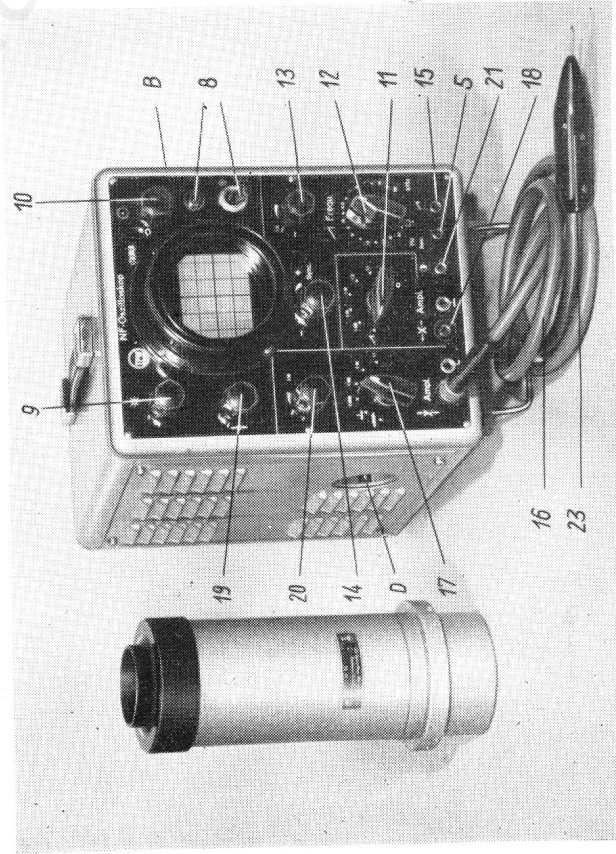
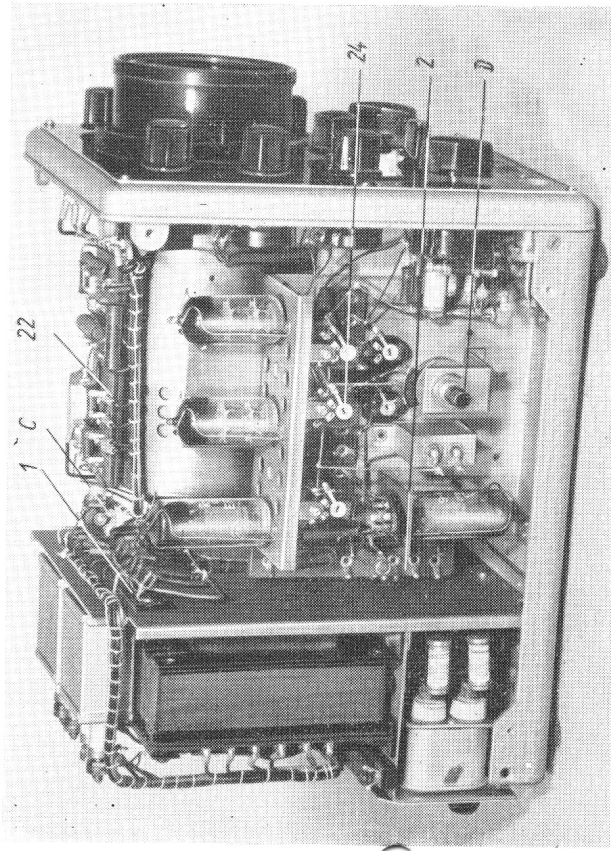
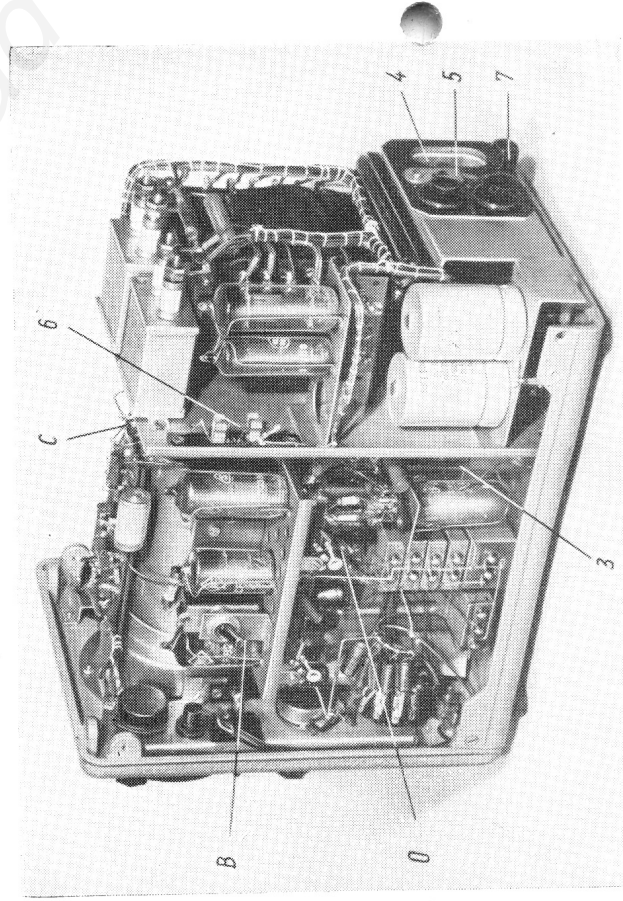

Abb. 1
Abb. 2
Abb. 3
Das Netzteil ist umschaltbar 110 und 220 V und für eine Netzfrequenz von 40 . . . 60 Hz ausgelegt. Alle Heiz- und Gleichspannungen werden an eine Lötösenleiste (Nr. 1, Abb. 2) geführt und können im Bedarfsfalle nach Abnehmen der Deckplatte dort zentral kontrolliert werden.
Der Vertikal-(Y)-Verstärker befindet sich auf der linken Geräteseite (Abb. 2), er ist nach Entfernen des linken Seitenbleches in allen Teilen zugänglich. Nach Ablöten des Speisekabelbaumes und der Meßplattenzuleitungen (Anschlüsse M auf Lötösenleiste Nr. 2, Abb. 2) sowie der nach dem Frontteil gehenden Verbindungsleitungen kann der Verstärkereinsatz durch Lösen der drei Halteschrauben
Horizontalverstärker und Zeitablenkergerät befinden sich auf der rechten Geräteseite und sind nach Entfernen des rechten Seitenbleches in allen Teilen zugänglich (Abb. 3). Der mechanische Aufbau entspricht im Prinzip dem
des Vertikalverstärkers, für das Ausbauen gilt analog das dort Gesagte. Die Zeitplatten liegen auf den Anschlüssen Z der Lötleiste Nr. 3 (Abb. 3).
Der Netzanschluß befindet sich auf der Rückseite und ist für 220 und 110 V \sim , 40–60 Hz ausgelegt (Nr. 4, Abb. 3). Zunächst ist der Spannungswählschalter (Nr. 5, Abb. 3) auf die gewünschte Netzspannung einzustellen. Er wird im Werk auf 220 V eingestellt und ist mit einer Sicherungslasche blockiert, die vor dem Umschalten mit einem Schraubenzieher gelockert werden muß und sodann nach Herausziehen des Gerätesteckers durch seitliches Ausschwenken den Umschalter freigibt. Das Netz ist mit 0,4 und 0,8 A (träge) so abgesichert, daß ein Ändern der Sicherungsstärke bei Netzspannungswechsel nicht erforderlich wird.
Die Anodenspannungssicherung (Nr. 6, Abb. 3) liegt im Innern des Gerätes und ist durch Abnehmen der rechten Seitenwand zugänglich. Ihre Stärke beträgt 100 mA träge. Nach Erdung mittels der neben dem Netzanschluß befindlichen Erdungsklemme (Nr. 7, Abb. 3) ist das Gerät betriebsbereit.
Sofort nach Betätigung des Netzschalters muß die Netzkontrolllampe (Nr. 8, Abb. 1) aufleuchten. Die Vertikalverschiebung (Nr. 19, Abb. 1) etwa auf Mittelstellung bringen, da mit diesem Regler der Elektronenstrahl über den Bildschirmrand nach oben und unten hinaus geregelt werden kann und somit nicht mehr sichtbar ist.
Es empfiehlt sich, die Helligkeit zunächst nur ganz schwach aufzudrehen und das Gerät erst ca. 5 min warmlaufen zu lassen, bevor man weitere Einstellungen vornimmt. Sodann stellt man die Helligkeit (Nr. 9, Abb. 1) und die Schärfe optimal (Nr. 10, Abb. 1) ein. Dabei ist zu beachten, daß die Helligkeit nur so groß gewählt wird, wie es die jeweiligen Lichtverhältnisse im Raum für eine gute Beobachtung erforderlich machen. Je geringer die Helligkeit gehalten werden kann, um so schärfer läßt sich das Bild einstellen. Somit wird ein Einbrennen des Schirmes vermieden. Seitlich einfallendes Licht kann durch Herausziehen des Lichtschutzrohres weitgehend abgehalten werden. Die Schärfe ist geringfügig von der eingestellten Helligkeit abhängig.
Der Wahlschalter für periodischen oder aperiodischen Betrieb (B, Abb. 1) befindet sich auf der rechten Seite. Soll eine Zeitbasis geschrieben werden (periodischer Betrieb), so muß der Schalterhebel auf „-“ stehen, andernfalls erscheint nur ein Punkt.
Weiterhin soll der X-Eingangsteiler (Nr. 11, Abb. 1) auf Linksanschlag (A) stehen, damit keine unerwünschte Modulation der Kippspannung durch Einstreuung einer Fremdspannung auf den X-Eingang entstehen kann. Die Länge der Zeitbasis soll 45–50 mm betragen.
Die Ablenkfrequenz wird mit dem Stufenschalter (Nr. 12, Abb. 1) grob und mit dem Regler (Nr. 13, Abb. 1) fein geregelt. Die Bereiche überlappen sich, so daß ein Bereich von 1 Hz bis 100 kHz lückenlos besprochen wird. In der Schaltstellung (Linksanschlag) des Stufenschalters ist das Ablenkgerät abgeschaltet. Die horizontale Lage des Punktes kann dann mit dem Δ -Feinregler (Nr. 13, Abb. 1) im Bereich der Zeitbasislänge beliebig eingestellt, d. h. seitlich verschoben werden.
Die Stärke der Synchronisierung mit dem Meßvorgang kann mit dem Synchronisierregler (Nr. 14, Abb. 1) eingestellt werden. In Mittelstellung ist die Synchronisierung gleich Null. Nach links nimmt der Synchronisierzweig vorzugsweise für negative Impulse, nach rechts für positive Impulse zu. Bei Sinusspannungen oder anderen Wechselfspannungen ohne besondere Vorzugsrichtung kann damit die Synchronisation vorzugsweise von der negativen bzw. positiven Halbwelle erfolgen und damit der Beginn eines abzubildenden Vorganges gewählt werden.
Soll nicht der eigene Meßvorgang zur Synchronisation herangezogen werden, sondern eine Fremdspannung (z. B. die Netzspannung), so ist diese an die Buchse „sync“ (siehe S. Abb. 1) anzulegen, und zwar je nach der gewünschten Stärke der Synchronisierung im Spannungsbereich von ca. 0,1 bis 3 V_{eff}. Der Synchronisierregler ist dabei auf 0 (Mittelstellung) zu bringen, damit nicht von der Meßspannung her ebenfalls eine unerwünschte Synchronisierung erfolgt, kann er also in diesem Fall nicht zur Regelung der Synchronisieramplitude benutzt werden.
Bei Entnahme der Zeitablenkspannung (Buchse Nr. 15, Abb. 1) soll der Außenwiderstand mindestens 3 M Ω betragen, damit keine wesentlichen Verzerrungen des „Sägezahn“ bzw. Frequenzverwerfungen auftreten.
Zunächst wird der Umschalter auf der rechten Seite (B, Abb. 1) auf „-“ geschaltet. Wurde vorher die Zeitbasis als horizontaler Strich geschrieben, so erscheint jetzt nur noch ein Punkt auf der linken Seite des Bildschirms und der Kippgenerator befindet sich in Wartestellung. Die Lage dieses Ausgangspunktes kann erforderlichenfalls nach Abnahme der rechten Seitenwand mittels kleinem Schraubenzieher am Einstellregler C (Abb. 3) in horizontaler Richtung verändert werden. Für die vertikale Lage gilt nach wie vor die Vertikalverschiebung (Nr. 19, Abb. 1).
Der Synchronisierregler (Nr. 14, Abb. 1) wird auf Links- bzw. Rechtsanschlag gebracht, je nachdem, ob ein negativer oder positiver Impuls abgebildet werden soll.
Soll eine fremde Spannung zur Ablenkung in horizontaler Richtung dienen, so ist diese an den X-Eingang (Nr. 18, Abb. 1) zu legen. Das Zeitablenkgerät muß dabei abgeschaltet sein (Linksanschlag des Stufenschalters Nr. 12, Abb. 1). Die horizontale Lage des Punktes bei abgeschaltetem Kippgenerator sowie die Seitenverschiebung für die horizontale Ablenkung erfolgt mit dem Kippfeinregler (Nr. 13, Abb. 1). Eine zweckmäßige Amplitude kann mit Hilfe des X-Amplitudenreglers (Nr. 11) in den Stufen 1 : 1, 1 : 3, 1 : 10, 1 : 30, 1 : 100 eingestellt werden. Die maximale lineare Aussteuerung beträgt hierbei 50 mm. Der Eingangswiderstand liegt bei > 2 M Ω , < 16 pF.
Die X-Endstufe besitzt ein kleines Trimmerpotentiometer (O, Abb. 3), womit eine grundsätzliche Seitenkorrektur des Leuchtpunktes ermöglicht wird. Dies ist beim Wechseln der Bildröhre oder der X-Endstufe wichtig zum Ausgleich der Röhrenstreuwerte. (Kippgenerator auf mittlere Frequenzlage einschalten, Zeitbasis durch Verstellen des Pot. O, Abb. 3, mittels kleinem Schraubenzieher auf Mitte der Bildröhre bringen).
Die Höhenlage der Zeitlinie bzw. des Punktes kann mittels der Höhenverschiebung (Nr. 19, Abb. 1) über den gesamten Bildschirm verstellt werden.
Nach dem Einschalten des Gerätes ist es zweckmäßig, ca. 5 Minuten zu warten, bis sich der Gleichspannungsverstärker auf den richtigen Arbeitspunkt eingestellt hat (Vertikallage der Zeitbasis). Zur Kontrolle werden zunächst der Amplituden-Stufenregler sowie der Feinregler (Nr. 17 und 20, Abb. 1) auf Linksanschlag gestellt sowie die Vertikalverschiebung etwa auf die Mitte ihres Regelbereiches. Durch Betätigung der Vertikalverschiebung soll es möglich sein, den Elektronenstrahl nach oben und unten über den Schirmrand hinauszuregeln. Sollte dies nicht der Fall sein, so muß das Trimmerpotentiometer W 48 (Nr. 24, Abb. 2) nachgestellt werden. Dreht man dann den Amplituden-Feinregler (Nr. 20, Abb. 1) nach rechts, so soll dabei keine wesentliche Verschiebung der Zeitbasis nach oben oder unten erfolgen. Ist dies der Fall, so ist der Einstellregler auf der linken Seite (D, Abb. 2) wiederholt so zu verstellen, daß bei Betätigung des Amplituden-Feinreglers keinerlei vertikale Verschiebung mehr auftritt.
Die zu untersuchende Spannung wird an den abgeschirmten Y-Eingang (Nr. 16, Abb. 1) gelegt. Der Amplituden-Stufenregler (Nr. 17, Abb. 1) soll bei unbekannter Größe der Meßspannung zunächst auf Stellung 1 : 1000 stehen. Er wird dann so weit nach rechts geschaltet, bis sich mit dem Amplituden-Feinregler (Nr. 20, Abb. 1) eine zweckmäßige Amplitude einstellen läßt.
Zweckmäßigerweise wird man zur Zuleitung der Meßspannung das vorgesehene abgeschirmte Kabel benutzen, das auf der einen Seite in 2 Bananensteckern endet. In vielen Fällen jedoch werden der Eingangswiderstand, besonders die Eingangswindkapazität die abzubildende Spannung bereits verfälschen. Hier verwendet man das Meßkabel mit Tastkopf (Nr. 23, Abb. 1). Die Belastung der Meßstelle beträgt dann nur noch ca. 10 M Ω und 1 pF. Die dabei auftretende Spannungsteilung von ca. 1 : 100 wird durch die nachfolgende hohe Verstärkung wieder soweit ausgeglichen, daß Spannungen von 1 V_{eff} noch genügend große Bilder ergeben,
Die Steuer­spannung wird an die Buchse \blacktriangleright (Nr. 21, Abb. 1) gegeben. Der Eingangswiderstand beträgt ca. 200 k Ω . Da die Hell-Dunkel-Steuer­spannung auf die Katode der Bildröhre wirkt, bleibt die auf das Gitter wirkende Rücklaufverdunklung erhalten. Somit steuern negative Impulse hell, positive dunkel. Die benötigte Steuer­spannung beträgt etwa 10 V_{eff}.
Nimmt man weiterhin noch die Deckplatte ab, so wird der Spannungsteiler für die Bildröhre (Nr. 22, Abb. 2) sowie die Lötösenleiste (Nr. 1, Abb. 2) für alle aus dem Netzteil kommenden Spannungen zugänglich.